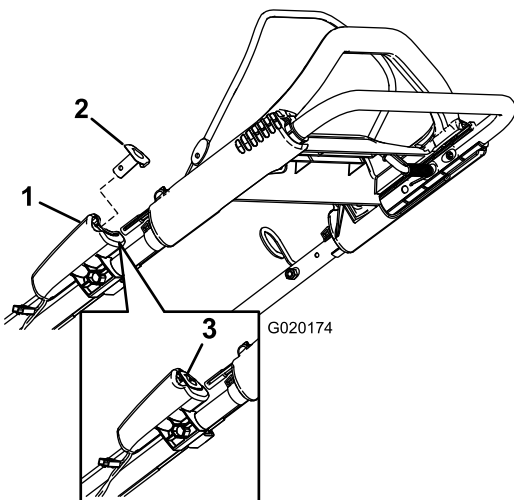
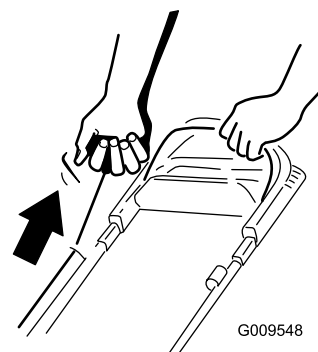

Figura 15
Figura 16
2. Presione el botón de arranque eléctrico (Figura 15) o tire suavemente del arrancador de retroceso (Figura 16) hasta que note resistencia, luego tire con fuerza y deje que vuelva lentamente a la guía de cuerda del manillar.